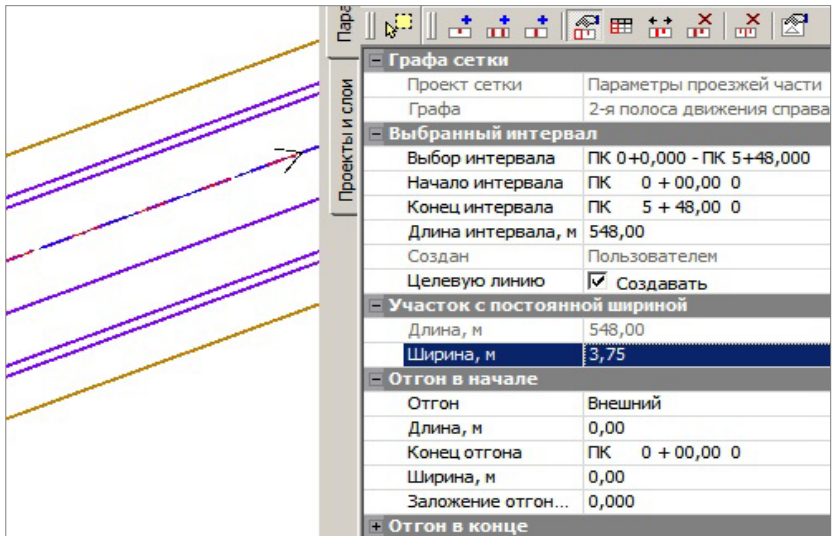

Рис. 13.4
- Нажмите кнопку **ОК**. В плане появилась новая полоса справа (рис. 13.4).
- В параметрах интервала измените ширину полосы на **3,75 м**, отгоны не задавайте (рис. 13.4).
- Обратите внимание на параметр **Целевую линию – Создавать** (рис. 13.4).